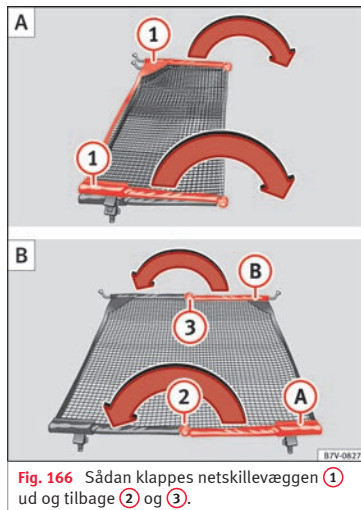

Fig. 166 Sådan klappes netskillevæggen (1) ud og tilbage (2) og (3).
Klap netskillevæggenes tværstænger » **Fig. 166 ①** helt fra hinanden i pilens retning, indtil du hører en kliklyd.
- Tryk på udløserknappen » **Fig. 166 ②**, og klap tværstangen **A** sammen i pilens retning, mens udløserknappen er trykket ind.
- Tryk på udløserknappen » **Fig. 166 ③**, og klap tværstangen **B** sammen i pilens retning, mens udløserknappen er trykket ind.